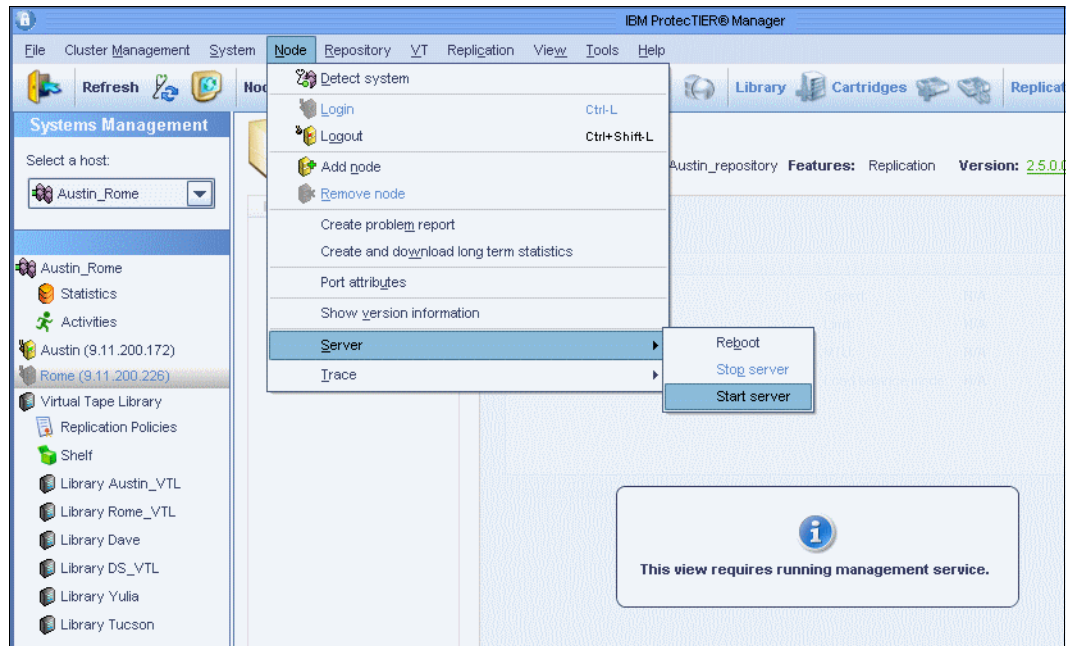

Figure 10-89 Start server
2. Select **Node** → **Server** → **Start Server** (Figure 10-89).